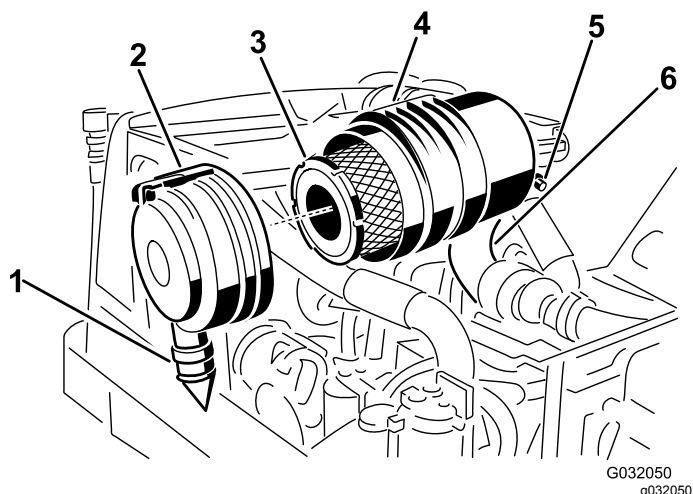

Figura 48
2. Retire o filtro principal (Figura 48).
entre cerca das 5h00 a 7h00 quando vista da extremidade, e prenda o trinco (Figura 48).
3. Substitua o filtro principal (Figura 48).